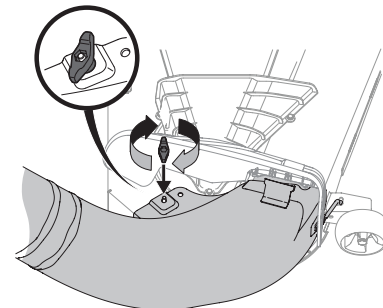

Figura 18
- Fije el codo del bota en la plataforma de corte usando una perilla de aletas (720-04122) a partir del paquete de herrajes (689-02364). Consulte la Figura 18.